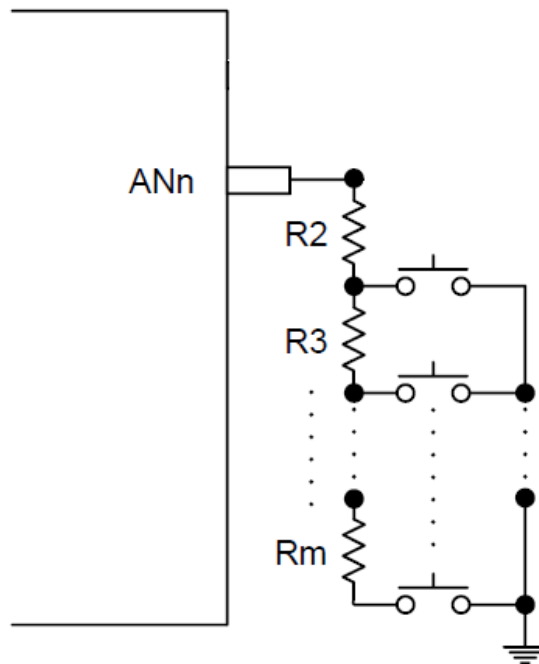

Figure 15-3 ADC 按键输入串联电阻应用参考图
6. 如果 Figure15-3 中的某个键被按下，端口上就会有一个电压值，当这个电压值小于 4.2V（@VDD=5V）时，AMWIF 标志位会被拉高。芯片也会从省电模式醒来，同时进入 ADC 中